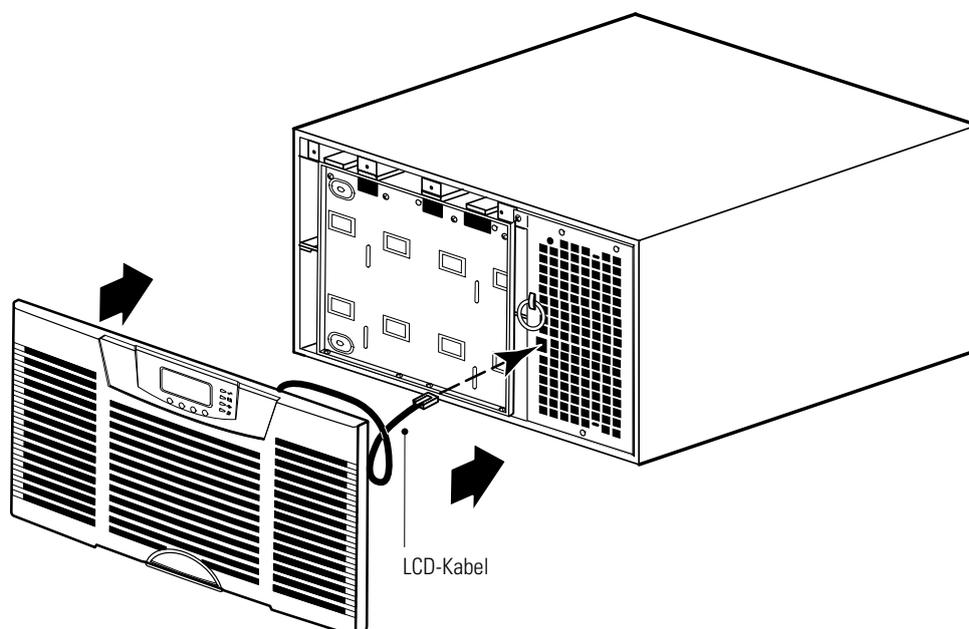

Abbildung 57. Austauschen der USV-Frontklappe
7. Die Frontplatte der USV austauschen (siehe Abbildung 57).